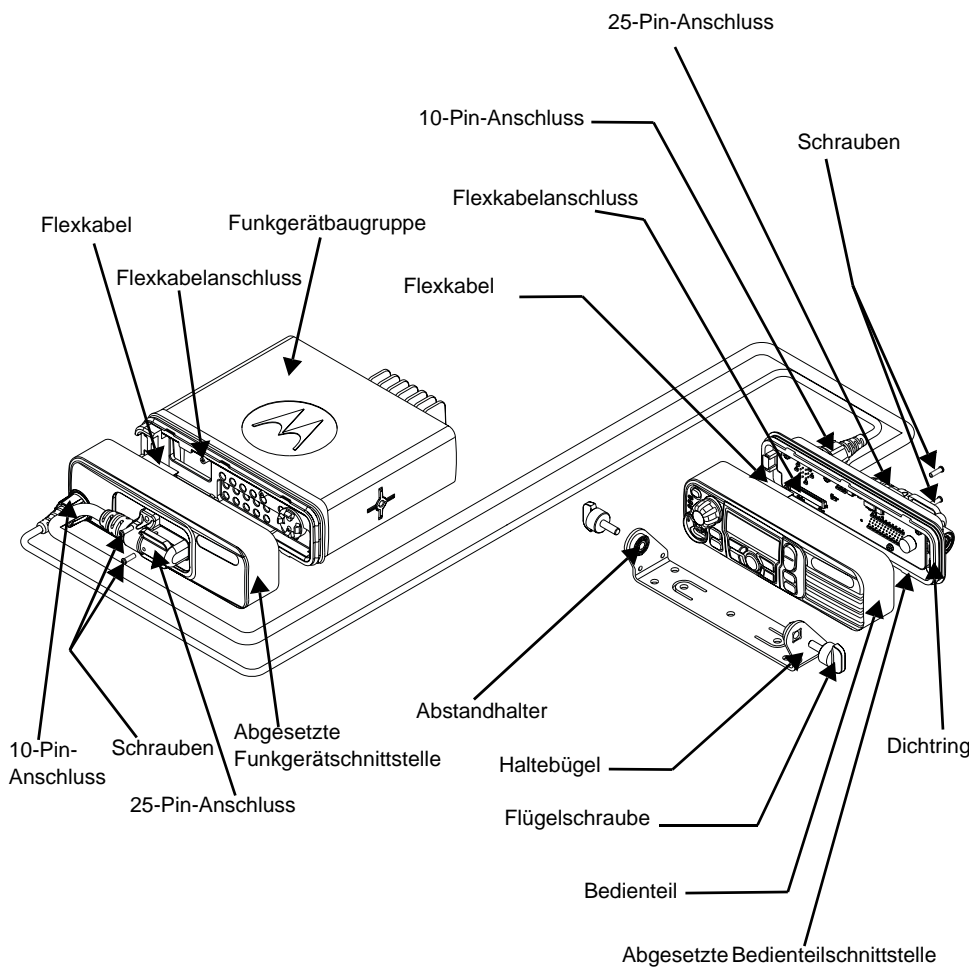

Abb. 3 Montage des abgesetzten Bedienteils und Haltebügels
1. Vergewissern Sie sich, dass das Flexkabel richtig in den Anschluss des Bedienteils eingeschoben ist (siehe Abb. 3).
2. Verbinden Sie das Flexkabel mit dem Flexkabelanschluss am abgesetzten Bedienteil-Schnittstellenmodul und vergewissern Sie sich, dass es richtig eingeschoben ist (siehe Abb. 3).
1. Vergewissern Sie sich, dass das Flexkabel richtig in den Anschluss des abgesetzten Funkgerät-Schnittstellenmoduls eingeschoben ist (siehe Abb. 3).
2. Verbinden Sie das Flexkabel mit dem Flexkabelanschluss der Funkgerätbaugruppe und vergewissern Sie sich, dass es vollständig eingeschoben ist (siehe Abb. 3).